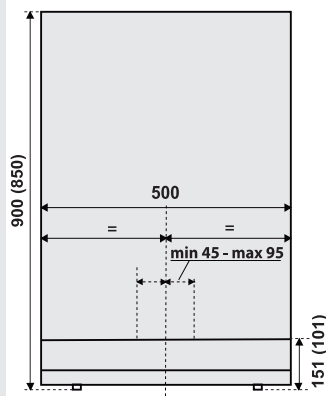

рис. 2
- Тримавши скляні дверцята за нижній край, акуратно підніміть дверцята щоб зняти їх із кріплення. (Рис. 2)
- Із системою **GentleClose** поверніть петлі назад на 90° (рис. 2)
Будь ласка, зверніться до рис. 2, що ілюструє розміри вбудованого приладу зі встановленим кутовим кронштейном і повністю витягнутими регульованими ніжками.
- Олівцем позначте середину приладу на стіні через отвір в нижній частині приладу. Потім зробіть ще одну позначку на відстані від 45 до 95 міліметрів правіше від середини (рис. 2).